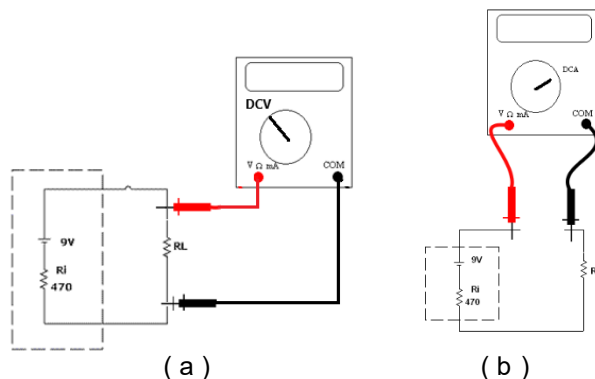
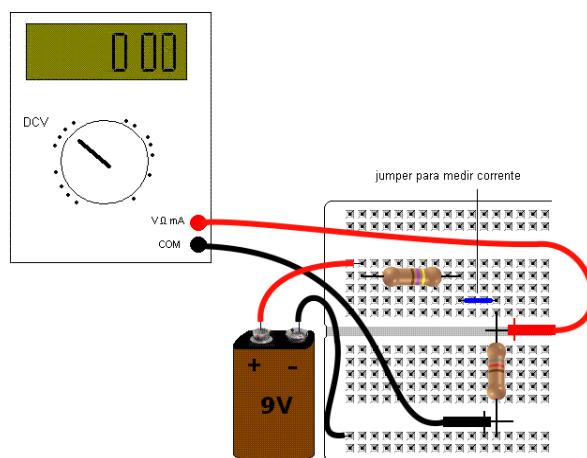

Figura 6 – Gerador de tensão de $E=9\text{ V}$ e $R_i= 470\text{ Ohms}$ (a) medida da tensão na carga(b) medindo a corrente na carga
Figura 7 – Medindo a tensão na carga - sugestão de *layout* na MP do circuito da Figura 6a
1. Monte o circuito da Figura 6 na MP de acordo com sugestão de *layout* da Figura 7, e para cada valor de R_L da tabela 1 meça a corrente fornecida pelo gerador e a tensão nos seus terminais.
3. Observe que o gerador tem Força Eletromotriz (E) de 9 V e a resistência interna (R_i) será simulada pelo resistor de 470 Ohms, pois o valor real é muito baixo.